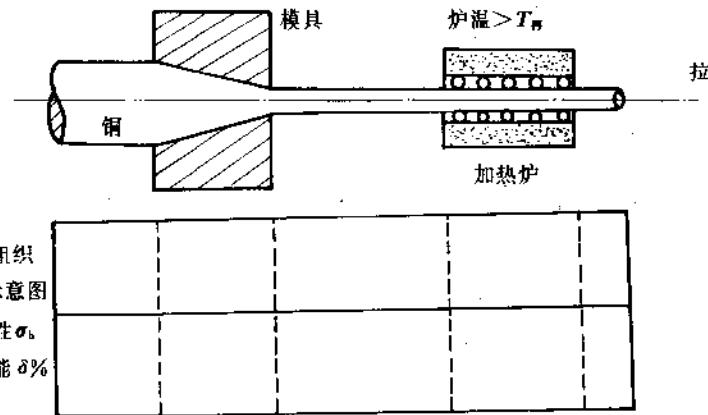

图 4-2
9. 拉制半成品铜丝的过程如图 4-2 所示，试画出不同阶段的组织与性能变化示意图，并对图形加以解释。